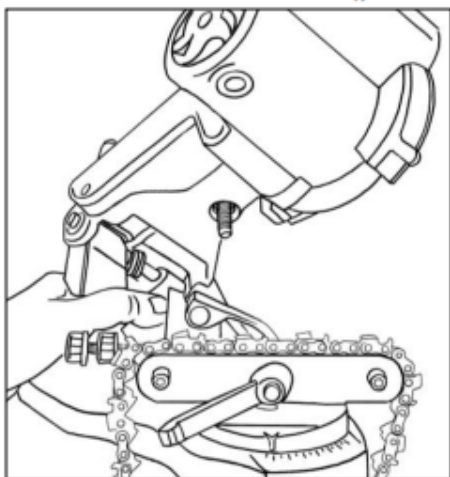

Рис.4 Установка цепи
- Установите цепь на рабочий стол станка так, чтобы режущая часть цепи была направлена в сторону заточного круга, и зафиксируйте ее установочным клином (рис.4).